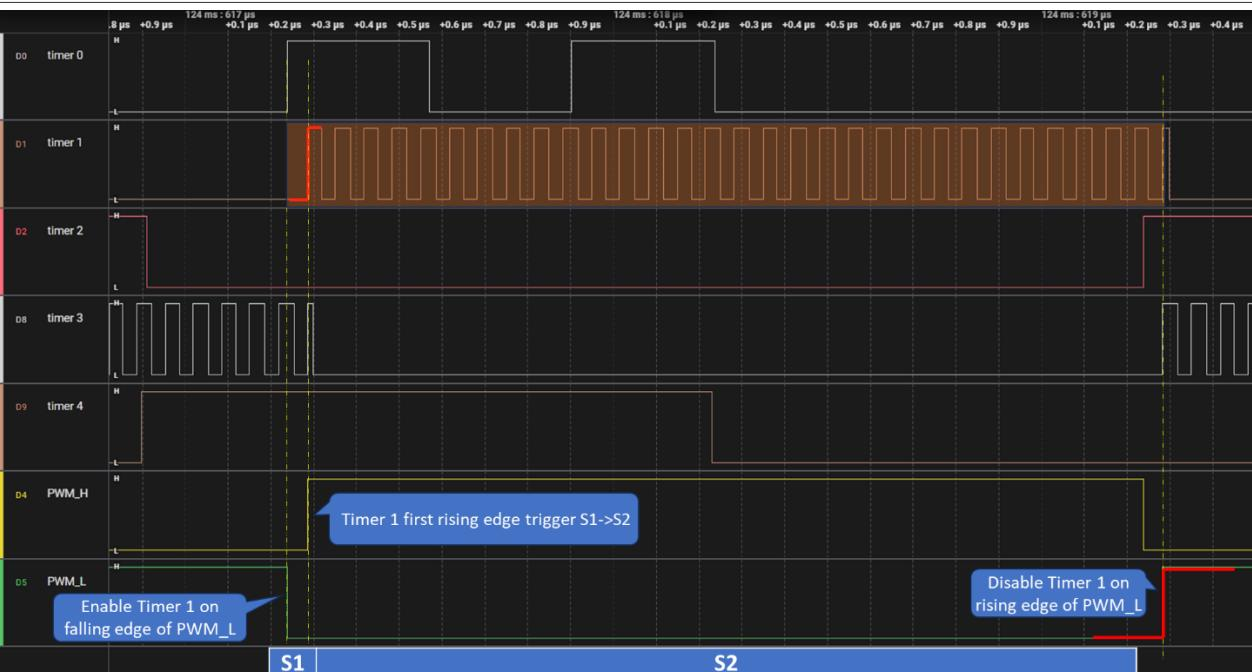

图8. 定时器1和状态触发转换
2. 图8显示了定时器1的波形和状态触发转换。在PWM\_L的下降沿启用定时器1，在上升沿禁用定时器1。定时器1的第一个上升沿触发从状态1到状态2的转换。后续上升沿不会产生影响。